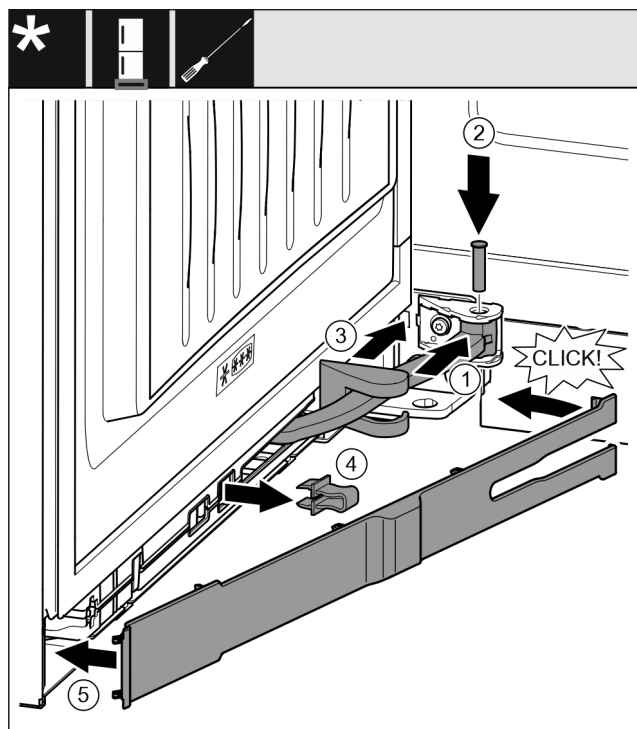

Fig. 69
- ▶ Tourner la jointure Fig. 69 (1) dans la fixation.
- ▶ Insérer l'axe Fig. 69 (2) dans la fixation et la jointure avec un tournevis. Veiller à ce que l'ergot soit bien en place dans la rainure.
- ▶ Faire glisser le cache du support de palier Fig. 69 (3) le long de la jointure et le monter au-dessus de la fixation.
- ▶ Retirer la fixation Fig. 69 (4).
- ▶ Placer le cache Fig. 69 (5) côté poignée et le faire basculer vers l'intérieur.